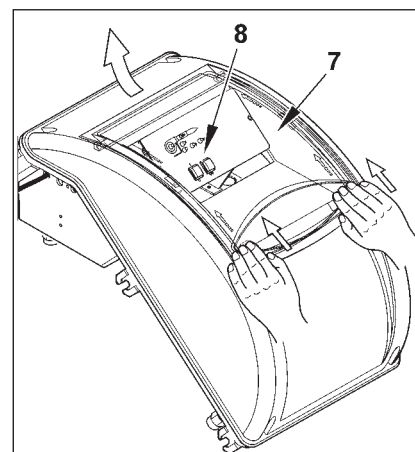

Fig. 4
- 4) Pour refermer le couvercle du tableau électrique, visser les 4 vis (1) en exerçant un couple de serrage (1) d'environ 5 Nm pour assurer une étanchéité correcte. Maintenant, pour accéder au tableau de commande (8) décrocher la porte transparente (7), en exerçant une légère pression avec les mains en direction des flèches de la figure 4, en la faisant glisser pour une courte distance et séparer-la du couvercle.